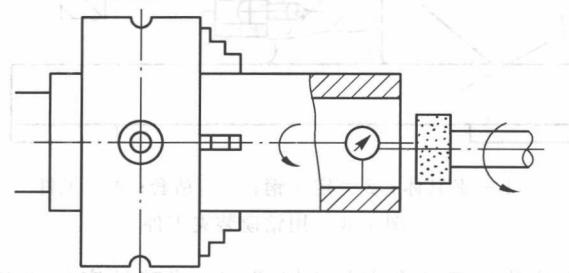

图 1-4 直接找正法加工套筒零件
(1) 直接找正法 指利用百分表、划针或目测等方法在机床上直接找正工件加工面的设计基准，使其获得正确位置的方法，被找正的表面就是工件的定位基准。如图 1-4 所示，加工时先用四爪卡盘使套筒定位，用划针或百分表找正内孔表面，使其轴线与机床回转中心同轴，然后夹紧工件，这样就能保证磨削内孔时加工余量均匀。其中，工件内孔是定位基准。